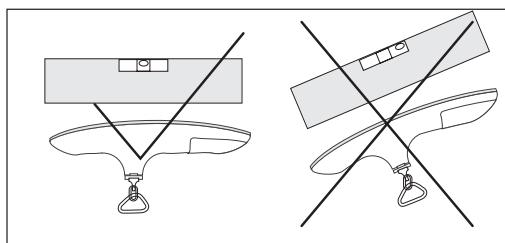

Рис. 8
- Поднимите безмен с предметом (предметами) горизонтально вверх. Держите безмен строго параллельно полу, не двигаясь (Рис. 8);